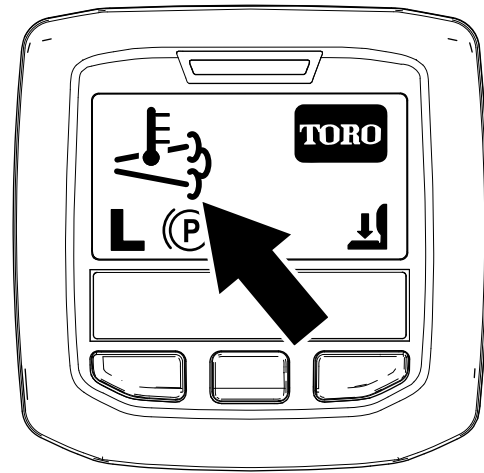

Bild 40
- () wird im InfoCenter angezeigt (Bild 40).